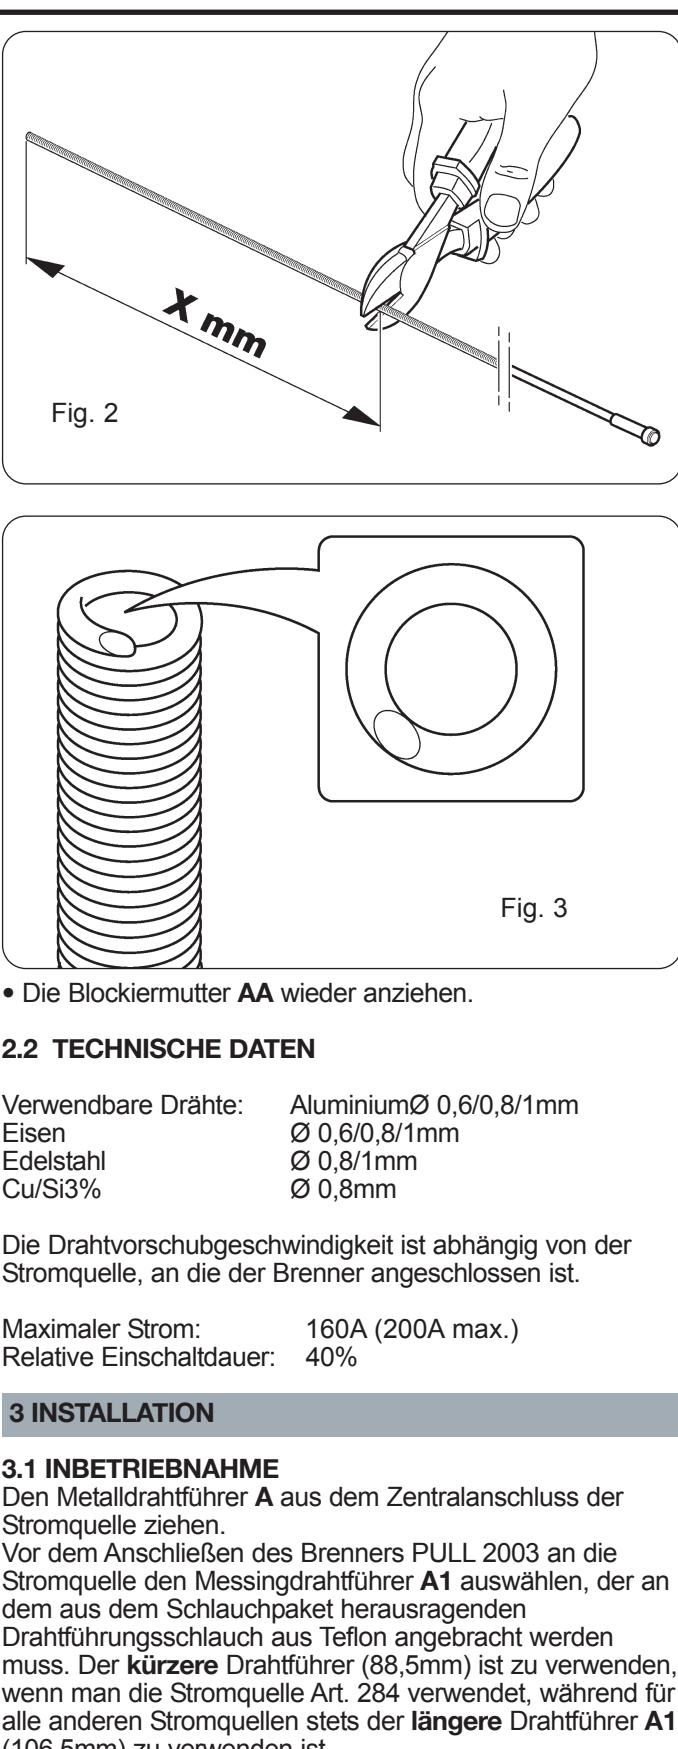

Fig. 1
- Der Drahtführungsschlauch ist länger als das Schlauchpaket und steht um **X mm** über (siehe Abb. 1).
- Den überstehenden Teil genau abmessen (siehe Abb. 1).